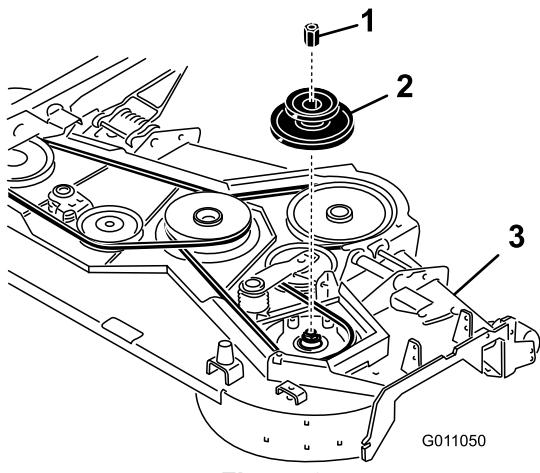

Figura 3
- Coloque un bloque debajo del eje de cuchilla derecho, debajo de la carcasa de corte, antes de retirar la polea derecha de la carcasa de corte (Figura 3). Esto evita que los componentes del eje se separen al retirarse la tuerca de la polea.
- Retire la tuerca existente de la polea y luego retire la polea (Figura 3). Guarde la polea y la tuerca para su uso posterior.
- Instale la nueva polea doble en el eje y sujetela con la nueva tuerca de polea (Figura 3). Apriete la tuerca a 176-203 Nm (130-150 pies-libra).